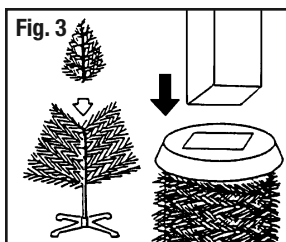

Fig. 3
2. If a two section tree, insert the top tree section into the green plastic opening of the lower tree assembly. This is the "pole cap" which keeps tree top section securely in place (Figure 3).
2. S'il s'agit d'un arbre à deux sections, insérez la section supérieure de l'arbre dans l'ouverture en plastique vert de l'ensemble inférieur de l'arbre. Il s'agit du « capuchon de poteau » qui maintient la partie supérieure de l'arbre bien en place (figure 3).